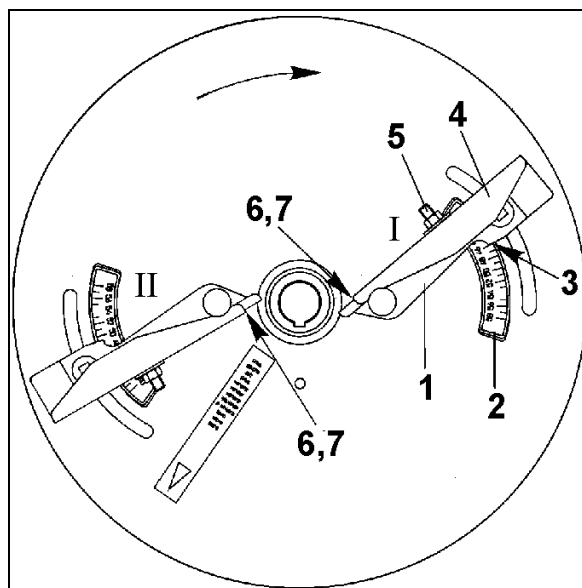

Fig. 71
erfolgt über die Teleskopschaufeln (Fig. 71/1) nach Angaben der Streutabelle in Abhängigkeit der auszustreuenden Düngersorte und dem Abstand der ersten Fahrspur vom Feldrand wie folgt:
1. Teleskopschaufeln (Fig. 71/1) auf der Streuscheibe nach Lösen der jeweiligen Flügelmutter im Bereich der Skala (Fig. 71/2) verschwenken. Zahlenwert an Ablesekante (Fig. 71/3) ablesen und Flügelmutter wieder anziehen.
2. Schaufelaußenteil (Fig. 71/4) nach Lösen der Mutter (Fig. 71/5) auf der Skala (Fig. 71/6) auf einen höheren Buchstabenwert einstellen. Abgelesen wird die jeweilige Stellung des Schaufelaußenteils an der Ablesekante (Fig. 71/7) auf der Skala.